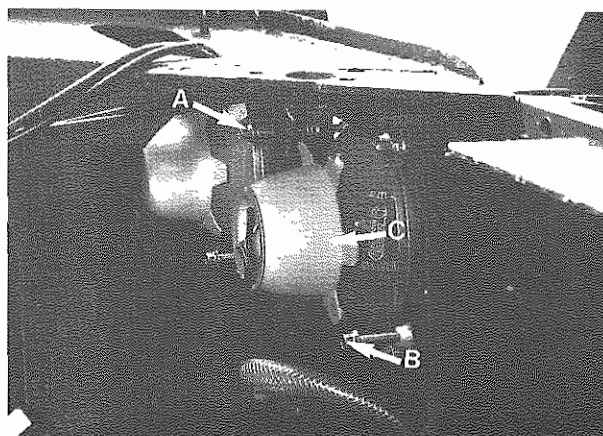
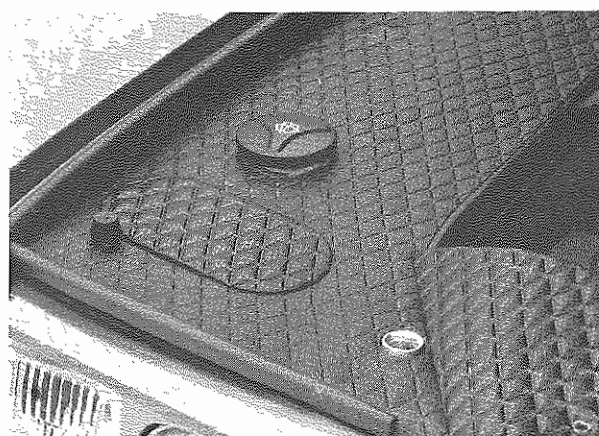
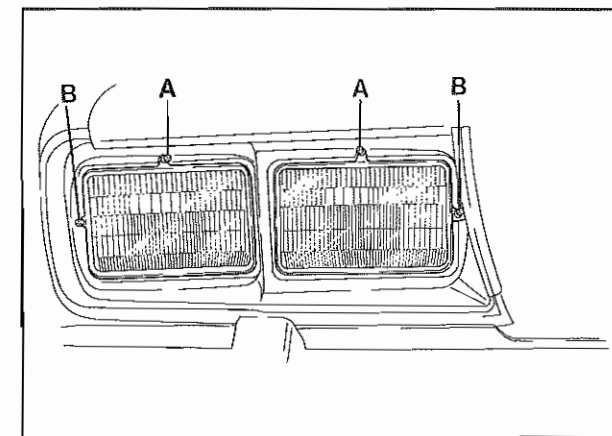

Fig. 9 - Sportello di protezione
Fig. 10 - A - Viti di regolazione orizzontale
Fig. 11 - A - Viti di regolazione orizzontale USA
- Aprire il cofano motore e sollevare lo sportello di protezione indicato in **Fig. 9**.
- Agire sulla vite di regolazione A (**Fig. 10 - Eur.**) per l'orientamento orizzontale e sulla vite B per l'orientamento verticale (**Fig. 11 - USA**).
- Open the engine compartment and lift protection lid of **Fig. 9**.
- Act on the adjusting screw A (**Fig. 10 - Eur.**) for the horizontal aiming and on adjusting screw B for the vertical aiming (**Fig. 11 - USA**).
- Per una registrazione più sollecita è preferibile sulla versione Europa, registrare prima il fascio anabbagliante. Per la versione USA è necessario agire sui registri esterni (**Fig. 11**).
- For a quicker adjustment it is advisable for the Europe version to adjust first the low beam. For USA version it is necessary to act on the outer adjusters (**Fig. 11**).
- Lampade proiettori: sollevare lo sportello indicato in **Fig. 9**, togliere la protezione in gomma (**Fig. 10**) staccare il cavo elettrico e sganciare la lampada dalla parabola. Evitare di toccare il bulbo della lampada con le mani.
- Headlights: lift the lid indicated in **Fig. 9**, remove the rubber protection (**Fig. 10**) disconnect electric cable and take out the bulb from the reflector. Avoid touching the bulb with bare hands.